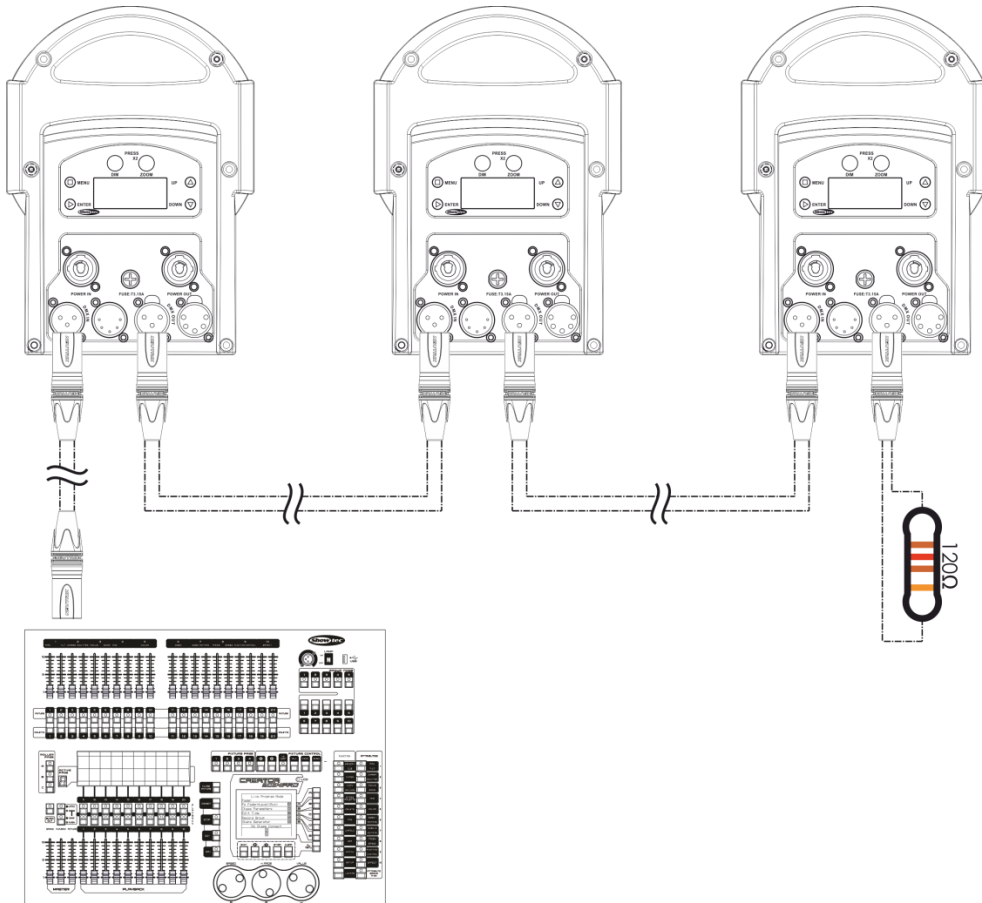

Fig. 07
- 04) Interconecte las unidades como se indica en la Fig. 07. Conecte un cable de señal DMX que vaya desde el conector DMX Out (salida) de la primera unidad al conector DMX In (entrada) de la segunda unidad. Repita este proceso para interconectar las unidades segunda, tercera y cuarta.